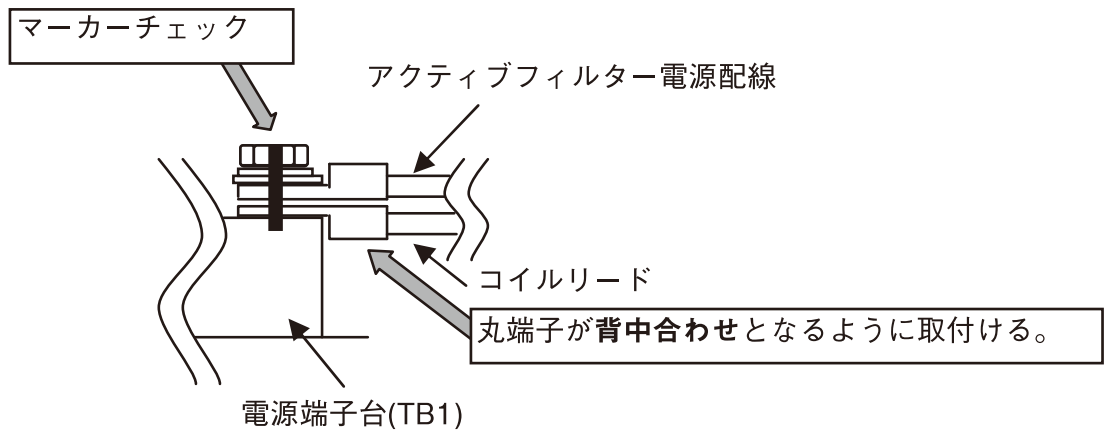

図2
※斜め締め防止のため、丸端子が背中合わせとなるように取付けてください。(図2)
- ネジ締め後に油性マジックでネジ頭、ワッシャー、端子にチェックを入れてください。(図2)